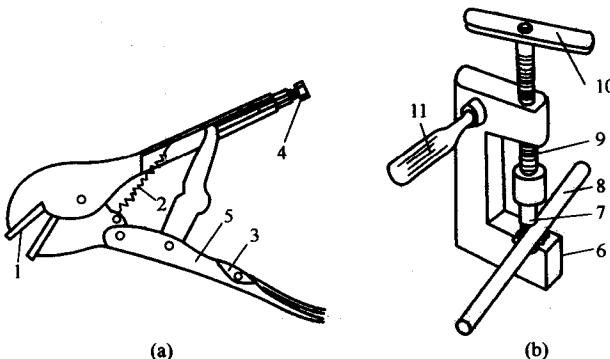

图 1-6 封口钳的结构
③ 封口钳。封口钳主要在电冰箱、空调等修理测试符合要求后封闭修理管口时使用。其外形结构如图 1-6 所示，其中图 1-6(a) 所示的是封夹  $\phi 4\text{mm}$  左右钢管的封口钳，直径较大或压力较高时，多使用图 1-6(b) 中所示的封口钳。